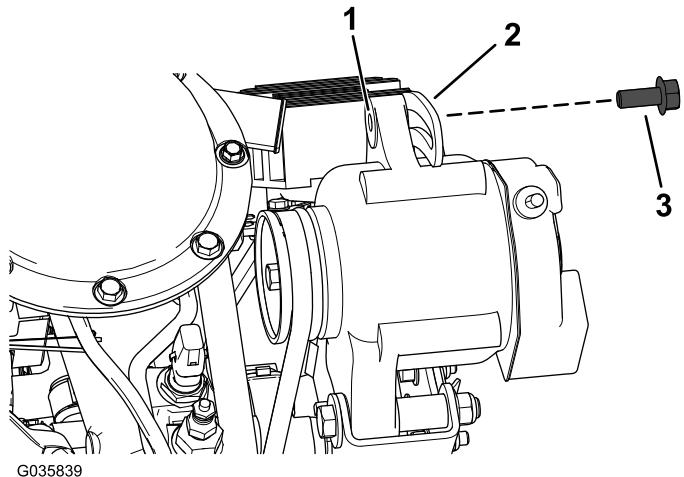

Bild 13
5. Stecken Sie die Sechskantbundschorbe (M8 x 20 mm) lose durch den Schlitz in der Lichtmaschinenhalterung und das Loch in der Lichtmaschine (Bild 13).